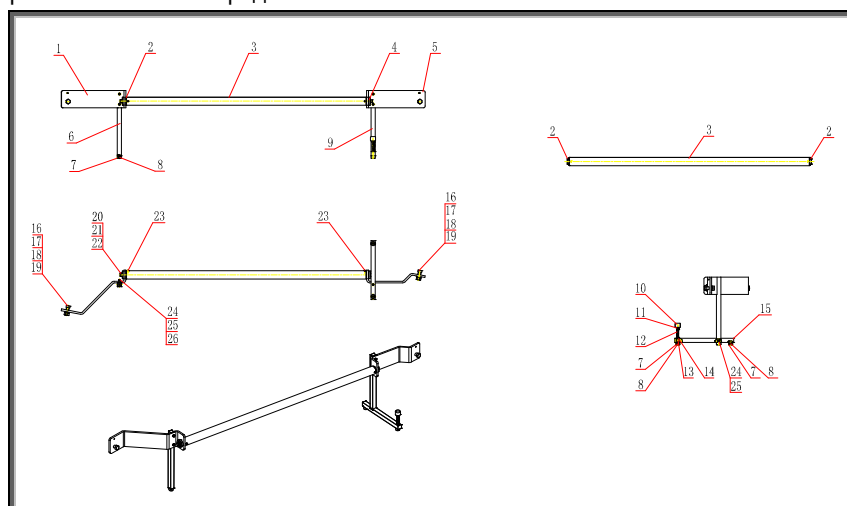
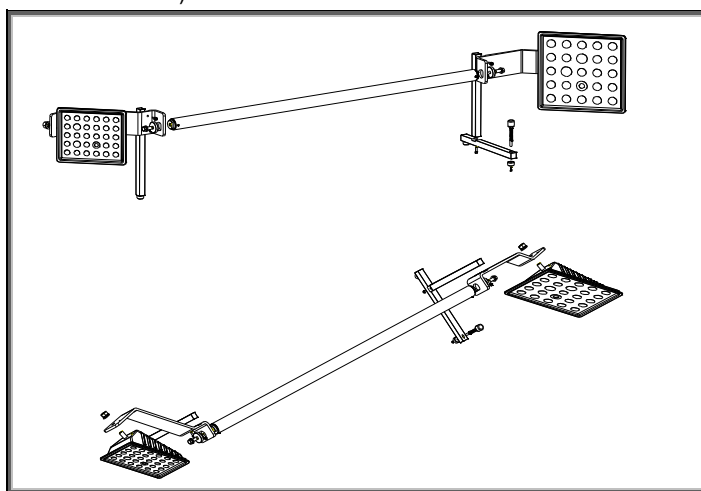

Рис. 1.1 Рисунок порядка сборки калибровочной системы
Рис. 2.1 Развернутый рисунок порядка сборки калибровочной системы
Схема сборки калибровочной системы представлена на Рис. 1.1.
Для стенда регулировки развала-схождения колес автомобилей X-712S система калибровки поставляется пользователю в разобранном виде, так что пользователю необходимо самостоятельно собрать систему в соответствии с техническими требованиями после распаковки. Процедура установки системы калибровки такова (Смотрите Рис.2.1 и Рис.1.1 в качестве подсказки во время прочтения инструкции по установке):
- d. Достаньте бесшовную алюминиевую трубку из упаковочной коробки, а затем установите на нее задний датчик: как показано на Рис.2.1, установите заднюю крепежную пластину с круглым отверстием ($D = 36\text{мм}$) на крепежную втулку, установленную с одной стороны бесшовной алюминиевой трубки, а затем закрепите при помощи одного болта М12;
- e. Установите собранный передний датчик на бесшовную алюминиевую трубку в сборе: как показано на Рис.2.1, установите переднюю крепежную пластину с круговым отверстием ($D = 36\text{ мм}$) на крепежную втулку, установленную на другом конце бесшовной алюминиевой трубки, а затем закрепите их другим болтом М12. Сборка системы калибровки завершена;
- f. Установите передний и задний датчики. Внимание: Передний датчик системы калибровки меньше, а задний датчик больше по размеру: как показано на Рис.2.1, установите передний датчик на переднюю крепежную панель и задний датчик на заднюю крепежную панель, а затем закрепите их двумя болтами М16. Наконец, завинтите два болта М5 для регулировки датчиков в соответствующие отверстия датчиков. Теперь можно использовать систему калибровки (Инструменты: внутренний ключ для деталей с шестигранным углублением под ключ М4, М5 и М6, разводной гаечный ключ 200мм).